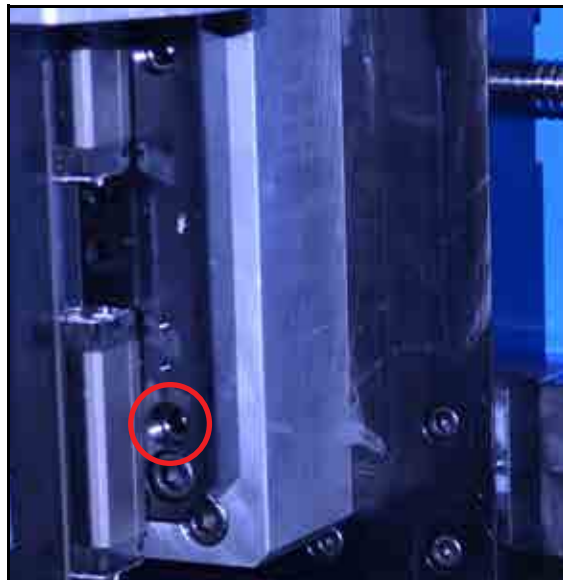

Рис. 4-7. РАСПОЛОЖЕНИЕ ВИНТОВ ПО ОСИ X
- с) Отрегулируйте винты по оси X (показаны на Рис. 4-7), чтобы показания индикатора находились в пределах 0,001 дюйма (0,03 мм).